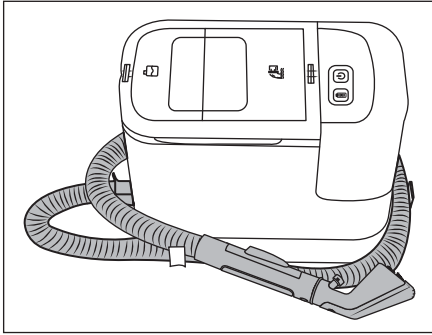

Fig. 4
- ◆ Retirez le support de flexible ⑮ de l'appareil. Enroulez le flexible de pulvérisation/aspiration ⑲ autour de l'appareil et servez-vous en même temps des supports de flexible ⑮/⑯ (voir fig. 4).